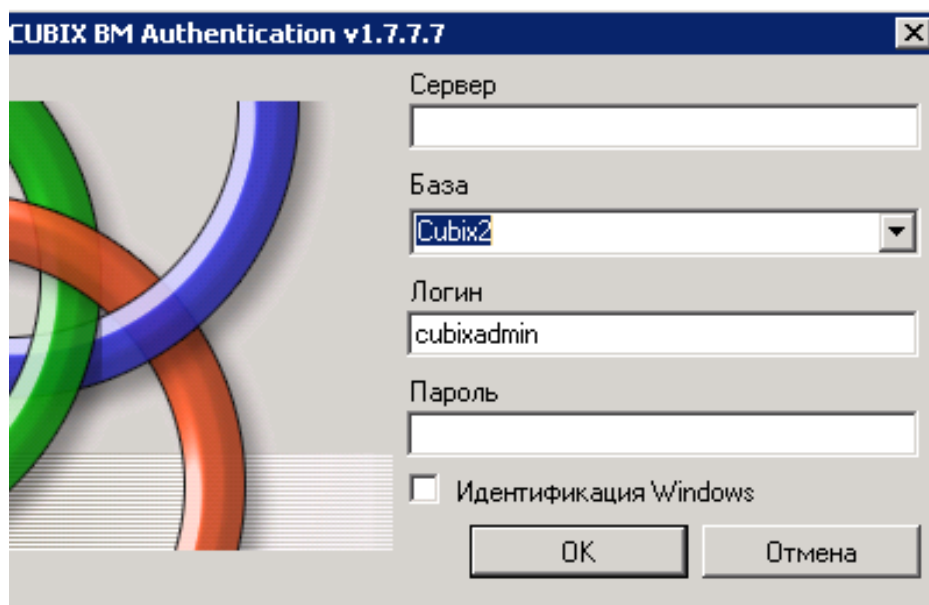

Рисунок 1. Авторизация.
При запуске программы появляется диалоговое окно с приглашением к авторизации пользователя (Рисунок 1).
- Смена пользователя – открывает диалоговое окно с приглашением авторизации пользователя (Рисунок 1)